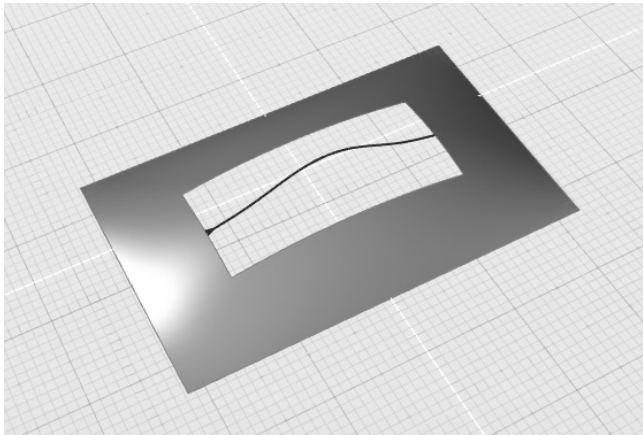

图 4-47 打开练习文件
1) 打开素材文件夹“练习 (4.3.4_2)”中的 Evolve 文件，该文件中包含一个被修剪过的曲面以及一条曲线，如图 4-47 所示。